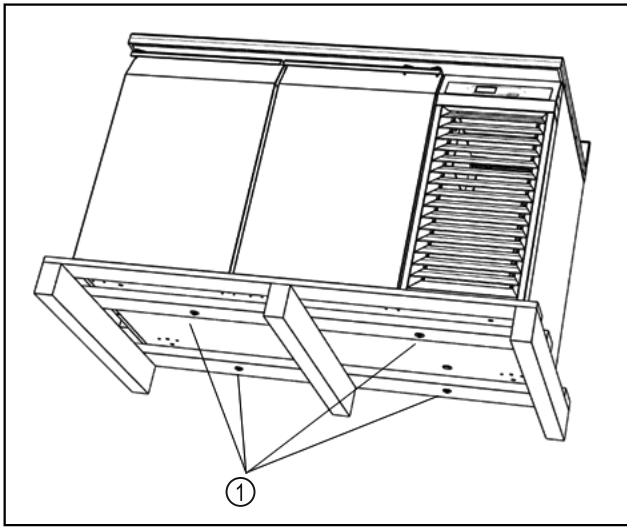

Fig. 7
- ▶ Αφαιρέστε τις βίδες. Fig. 7 (1)